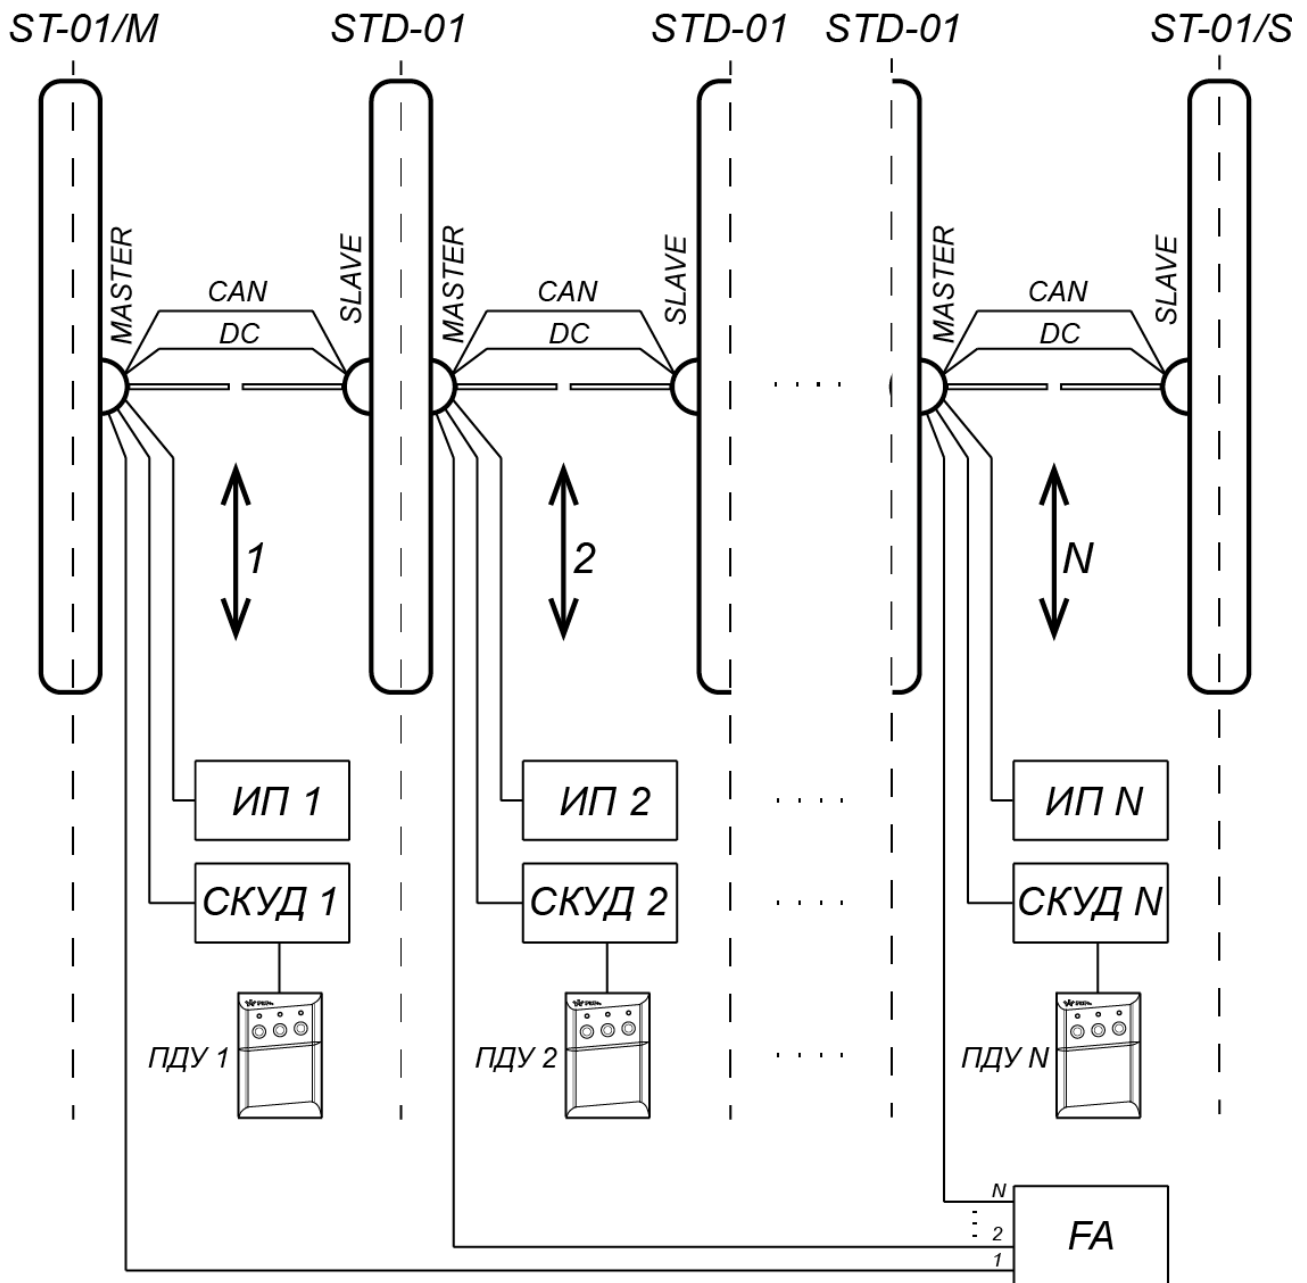
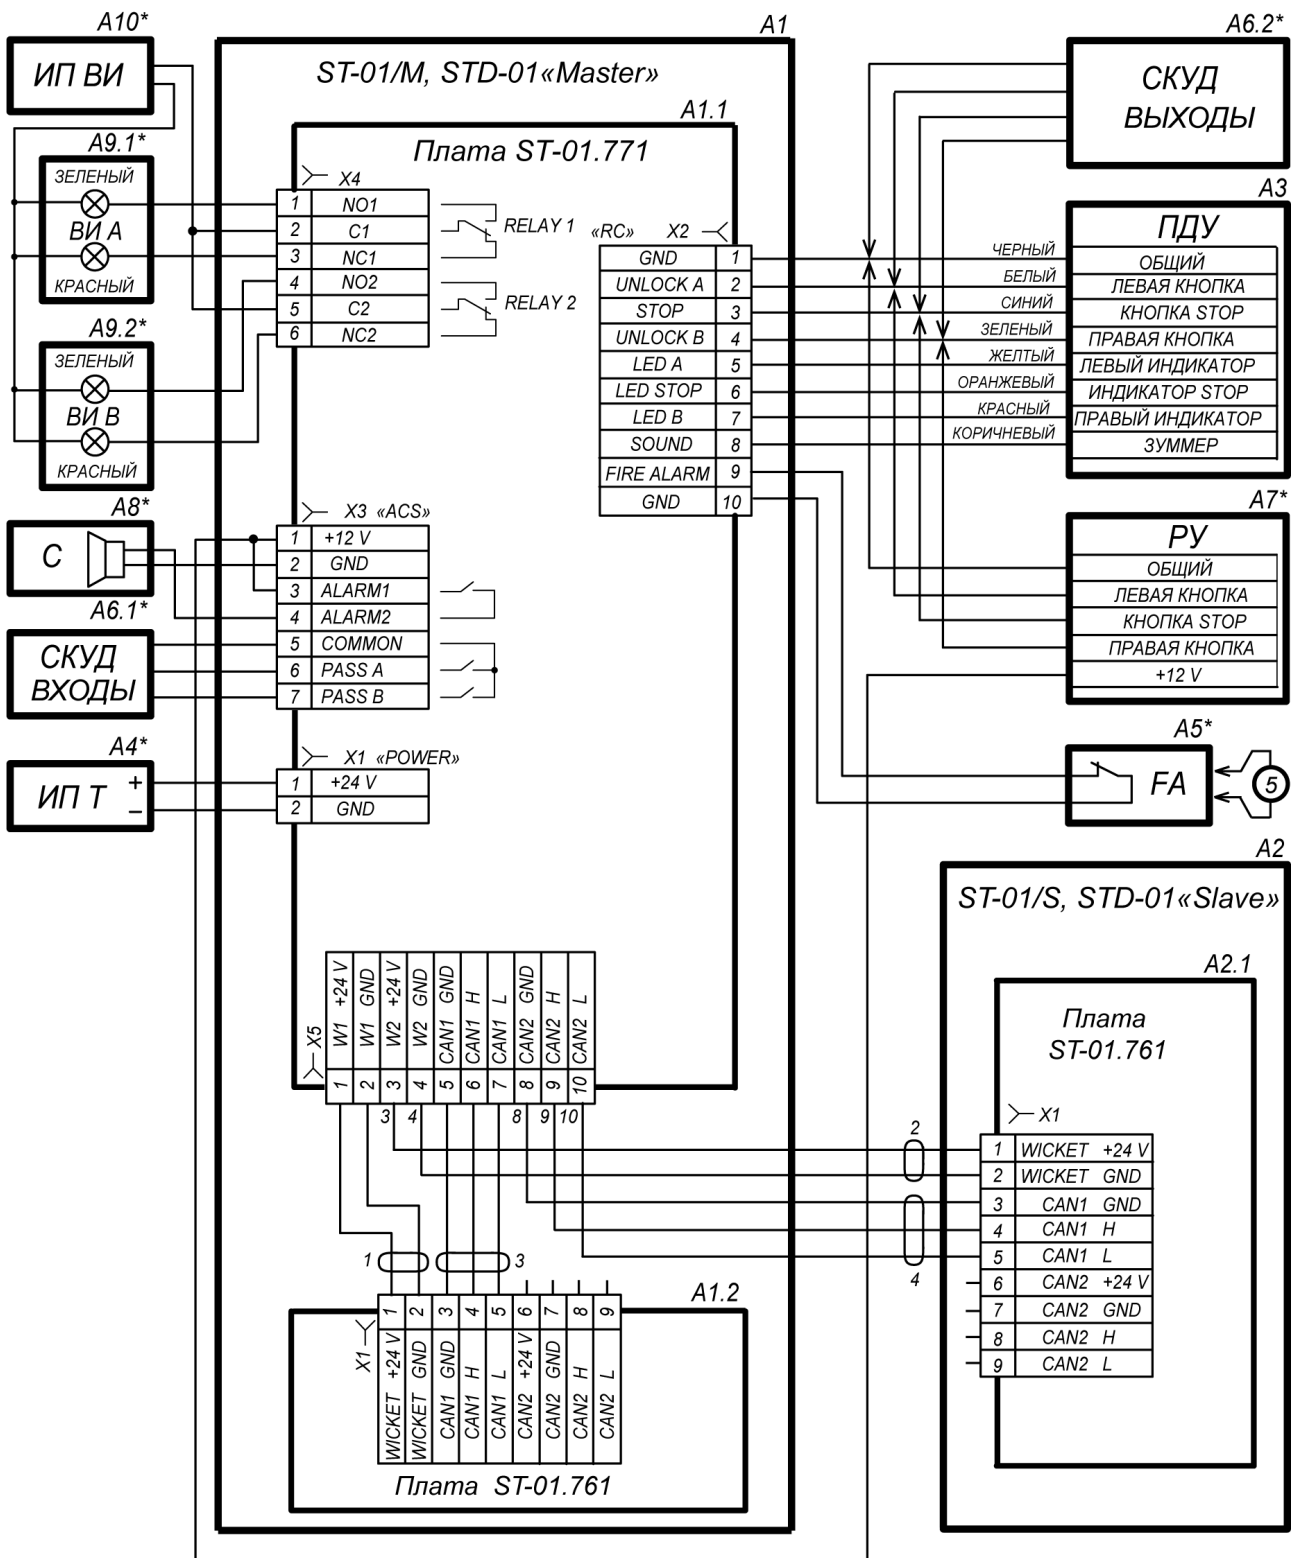

Рисунок 18. Схема соединений турникета PERCo-ST-01 и двусторонних секций PERCo-STD-01 для организации проходной с несколькими зонами прохода
Рисунок 19. Схема электрических соединений турникета¹
Содержание монтажных операций дано с учетом рекомендаций, приведенных в разд. 8.1. Оборудование и инструменты, необходимые при монтаже, перечислены в разд. 8.2. Номера позиций указаны в соответствии с рис. 7 и 8. Схема электрических соединений турникета приведена на рис. 19. Типы кабелей, используемых при монтаже, перечислены в табл. 5. На рис. 18 приведен пример схемы соединений турникета и двусторонних секций при организации проходной с несколькими зонами прохода.
Если нет возможности использовать способ протяжки кабелей кондуктором, при необходимости кабели DC и CAN можно проложить сразу, до начала установки секций. Данные кабели находятся в центральной стойке секции (стороны секции) *Slave* внизу под кожухом. Для этого необходимо распаковать секцию *Slave*, снять кожух с центральной стойки (см. рис. 20), вынуть кабели DC и CAN и отсоединить их от платы управления приводом. На концах жил кабелей имеются маркеры с номерами, соответствующими схеме соединений (рис. 19).
14. Через отверстие для ввода кабелей в основании центральной стойки двусторонней секции (со стороны *Master*) введите внутрь стойки кабели для управления второй зоной прохода: от ИП, от ПДУ или контроллера СКУД, от устройства *Fire Alarm* и дополнительного оборудования, а также кабели DC (19) и CAN (20) от секции (стороны секции) *Slave* или же кондуктор для их протяжки.
20. Подключите кабели к плате управления первой зоны прохода согласно схеме электрических соединений турникета (см. рис. 10 и рис. 19). Плата расположена в нижней части центральной стойки секции *Master*.
Соединительные кабели DC (2) и CAN (4) подключаются к клеммным колодкам **X5** платы управления секции *Master* и **X1** платы привода секции *Slave* в соответствии с маркировкой их жил (см. рис. 19).